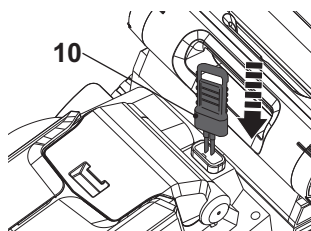
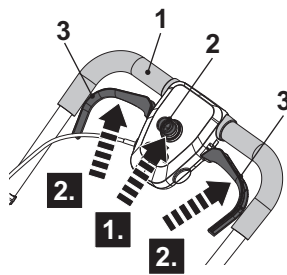

Fig. 17.
Fig. 18
**NOTE :** Le produit peut être démarré uniquement en appuyant sur le bouton de l'interrupteur de sécurité (2) suivi d'une pression des leviers de démarrage (3). L'opération inverse ne pourra pas faire démarrer le produit.
1. Installez la batterie (20) dans le compartiment de la batterie.
2. Insérez la clé de sécurité (10) entièrement dans son logement (Fig. 17).
3. Positionnez-vous derrière le guidon (1).
4. Tout en maintenant le bouton de l'interrupteur de sécurité (2) enfoncé (Fig. 18, étape 1), tirez les leviers de démarrage (3) vers le guidon (1) (Fig. 18, étape 2).
5. Une fois que la tondeuse a démarré, relâchez le bouton de l'interrupteur de sécurité (2).
7. Relâchez les leviers de démarrage (3) pour arrêter la tondeuse.